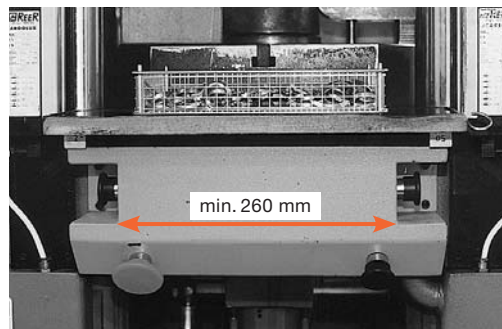

Fig. 6: comando a due mani. I pulsanti sono protetti e distano minimo 260 mm l'uno dall'altro.
- ☐ comando a due mani (fig. 6)
I seguenti requisiti devono essere soddisfatti (fig. 6):